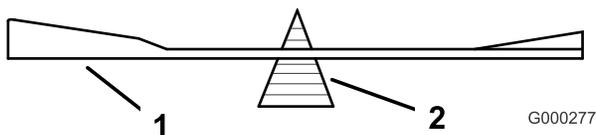
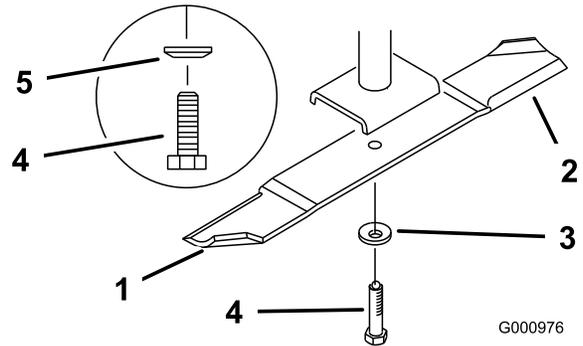

Figure 83
Figure 84
2. Retirez le boulon, la rondelle élastique et la lame de l'axe (Figure 84).
2. Vérifiez l'équilibre de la lame en la plaçant sur un équilibreur (Figure 83). Si la lame reste horizontale, elle est équilibrée et peut être utilisée. Si la lame est déséquilibrée, limez un peu l'extrémité de la partie incurvée seulement (Figure 84). Répétez la procédure jusqu'à ce que la lame soit équilibrée.
1. Placez la lame sur l'axe (Figure 84).
2. Installez la rondelle élastique et le boulon de la lame. Le cône de la rondelle élastique doit être dirigé vers la tête du boulon (Figure 84). Serrez le boulon à 115–150 Nm (85–110 pi-lb).